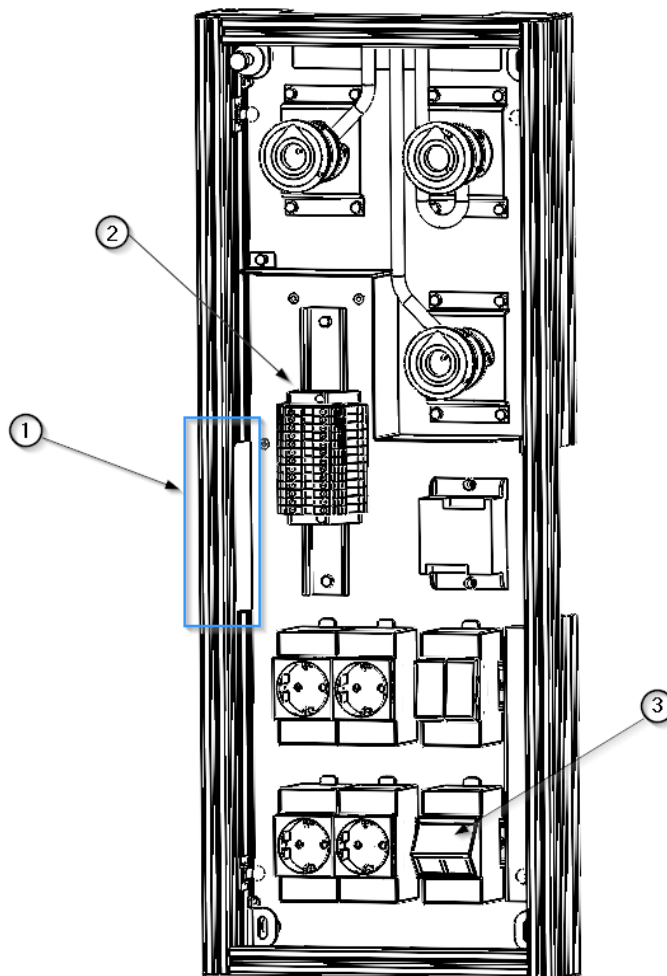

Abb. 7 Detailansicht der elektrischen Anschlusspunkte bei ANTEA
Die Strom-, Sprach- und Datenleitungen werden über eine Öffnung ① in das Gerät eingeführt, deren Größe und Position in der Installationszeichnung des Geräts angegeben sind. Die Stromleitungen enden in einer gemeinsamen Klemmleiste ②, mit Ausnahme der Sprach- und Datenleitungen, die direkt an den entsprechenden Mechanismus ③ angeschlossen werden. Siehe Abbildung 7.